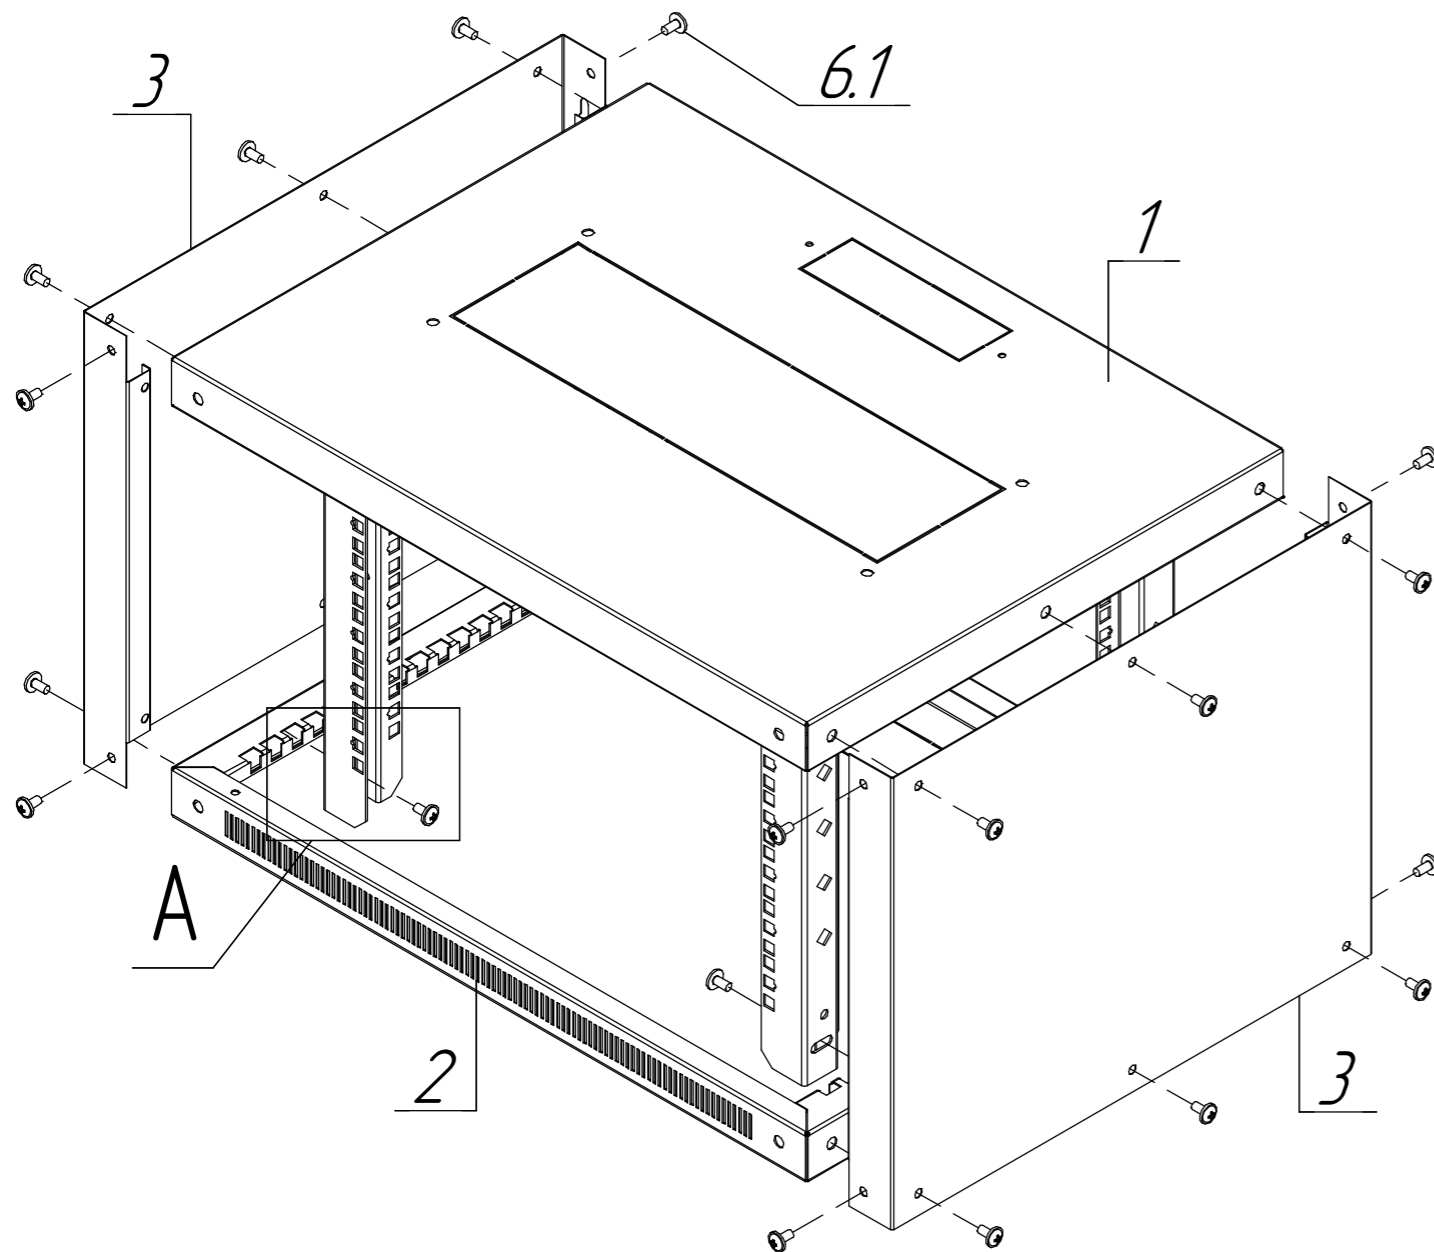

рис.1 – Сборка корпуса
2. Устанавливаем Боковые стенки (п.3) 2шт, как показано на рис.1